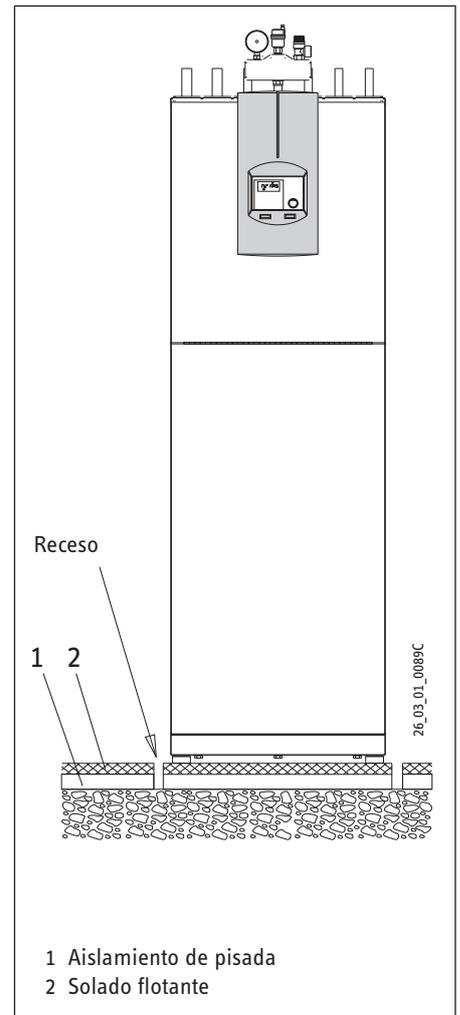

Fig. 12
- ▶ En caso de solado flotante deberá colocar aislamiento acústico de pisada y solado alrededor del lugar de colocación, para garantizar el funcionamiento silencioso de la bomba de calor.(Fig. 12).